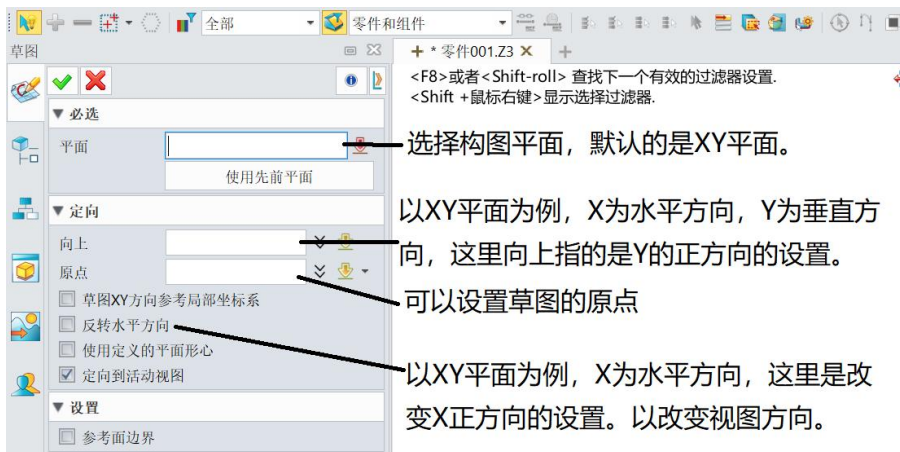

图 1-5 对话框设置
(2) 进入草图后, 草图对话框设置, 如图 1-5 所示。